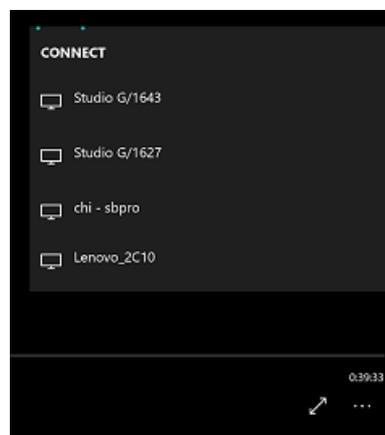

Figure 3 : interface utilisateur du sélecteur d'appareils
- **Avec l'interface utilisateur du sélecteur d'appareils.** Les applications Windows qui prennent en charge le casting contiennent une interface utilisateur du sélecteur d'appareils, telle que la fonctionnalité **cast vers un appareil** de l'application Windows Movie & TV (figure 3) ou le navigateur Edge.